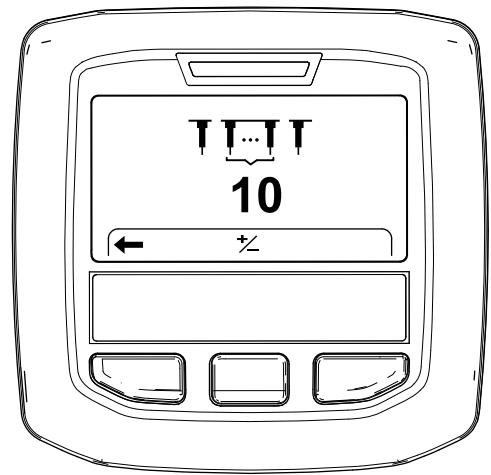

Bild 50
6. Drücken Sie die rechte InfoCenter-Taste, um den Bildschirm zum „Einstellen der Anzahl der Tines“ anzuzeigen (Bild 50).